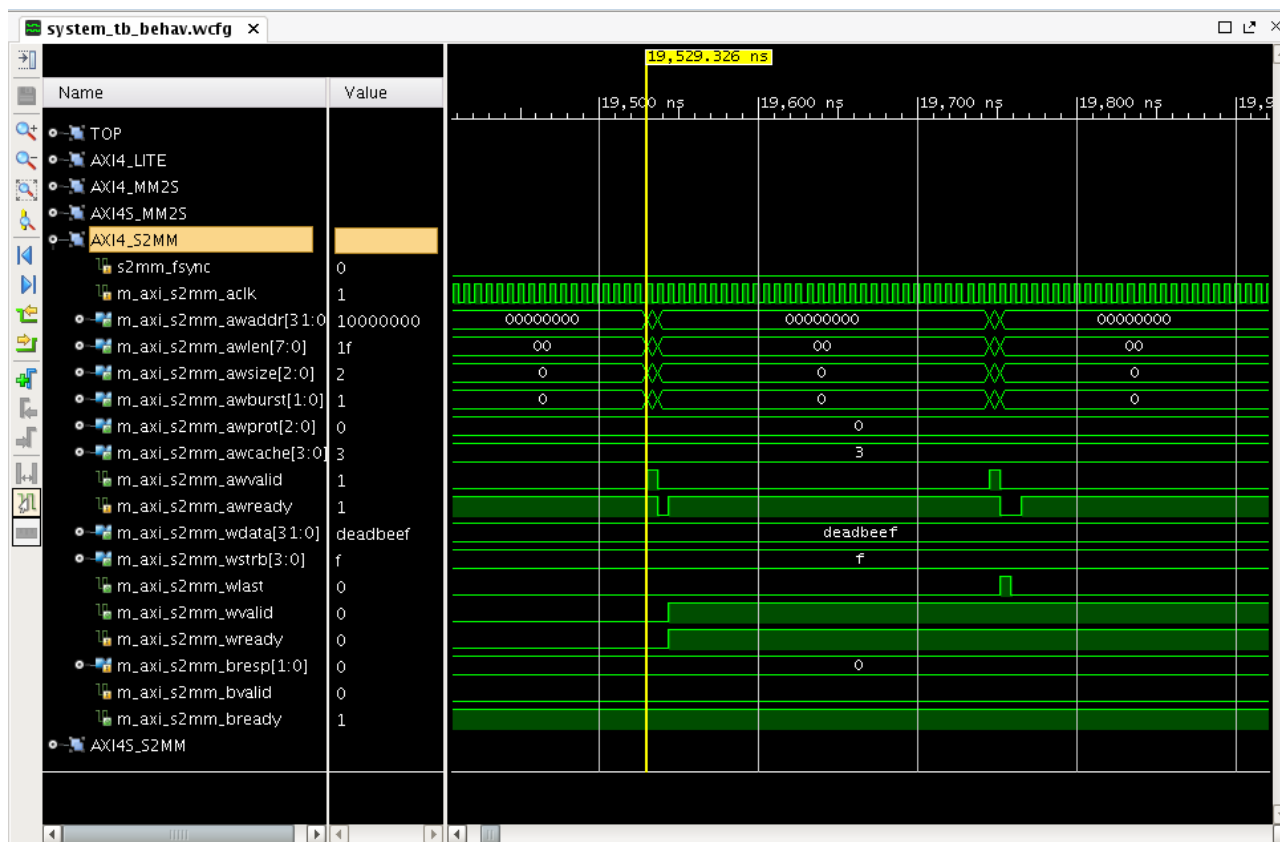

図 4 : AXI4\_S2MM – 最初の書き込み
4. AXI4\_S2MM グループを展開し、19.5 $\mu$ s ~ 19.8 $\mu$ s 間を拡大表示します。これは、最初の書き込みトランザクションを示します。AXI VDMA コアが AXI4-Stream マスター BFM から書き込みデータを同時に取得しているため、書き込み側では 1 つの書き込みトランザクション (アドレス位相) しか発生しません。32 データ ビートが Zynq-7000 BFM S\_AXI\_HP0 インターフェイスに書き込まれると、wlast がアサートされます (AXI VDMA コアの最大バーストは 32 データ ビートに設定)。図 4 にこの様子を示します。